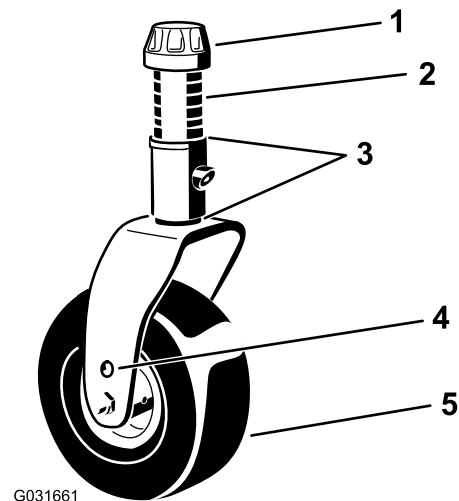
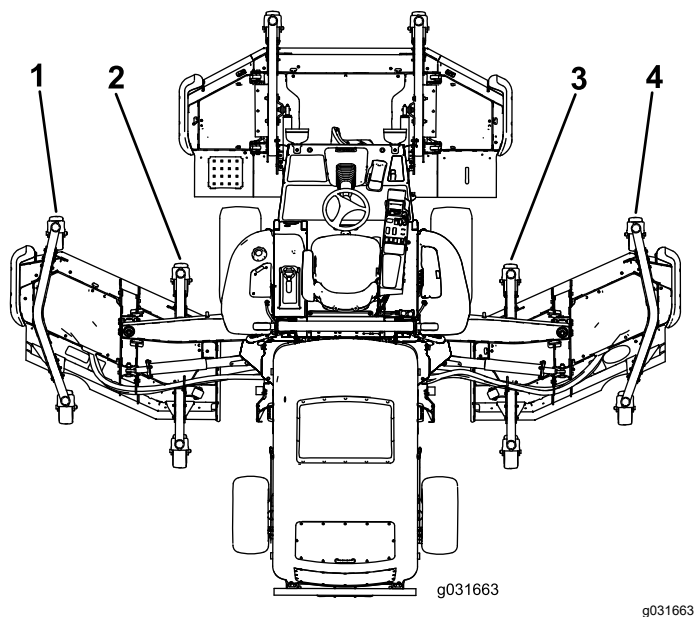

Figure 28
Figure 29
- Si le bord intérieur de l'unité de coupe latérale est trop élevé par rapport au bord extérieur de l'unité de coupe avant, retirez une cale au bas du bras de la roue pivotante intérieure avant de l'unité de coupe latérale (Figure 28 et Figure 29).
6. Si le bord intérieur est encore trop élevé, retirez une cale supplémentaire au bas du bras pivotant intérieur avant et une cale du bras pivotant extérieur avant de l'unité de coupe latérale (Figure 28 et Figure 29).
7. Si le bord intérieur de l'unité de coupe latérale est trop bas par rapport au bord extérieur de l'unité de coupe avant, ajoutez une cale de 3 mm ($\frac{1}{8}$ po) au bas du bras pivotant intérieur avant de l'unité latérale (Figure 28 et Figure 29).